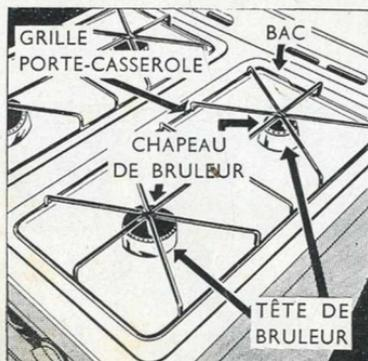

fig. 3
— une tête de brûleur et son chapeau reposant sur le fond du bac de propreté (fig. 3) ;
- retirer la grille, tête de brûleur et bac (fig. 3) ;